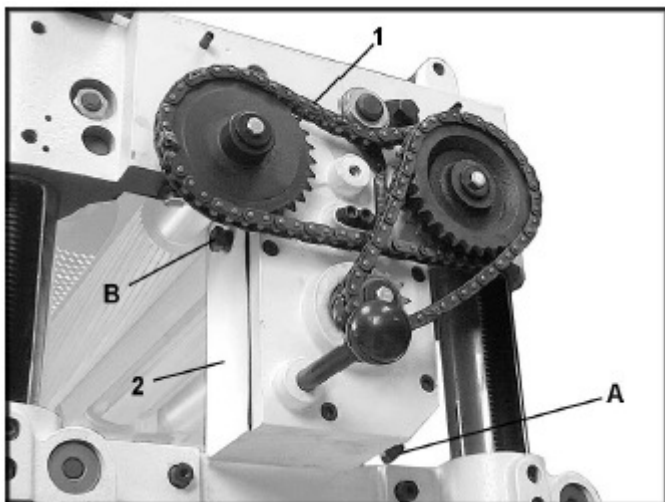

Рис. 32
1. Вывернуть сливную пробку (А, рис. 32) ключом на 14 мм. Полностью слить загрязнённое масло.
2. Ввернуть и затянуть сливную пробку (А, рис. 32).
3. Отвернуть пробку заливного отверстия (В, рис. 32) и залить чистое масло в отверстие. Заливать до тех пор, пока масло не достигнет верха отверстия заливной пробки, уровень масла будет при этом правильный.
4. Ввернуть и затянуть пробку заливного отверстия (В, рис. 32).